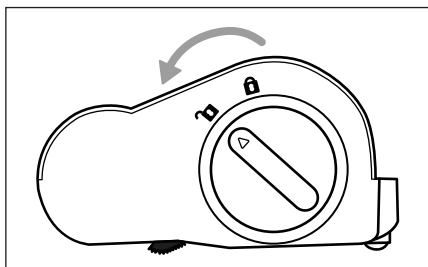

Fig. 22
- Limpie regularmente el rodillo de cepillos ①9 para garantizar el funcionamiento correcto del aparato y evitar fallos.
- 1) Desmonte el cepillo para suelos ②0 del tubo de aspiración ②3 o del aparato (consulte el capítulo 10.3. **Desmontaje del aparato**).
- 2) Para desencastar el rodillo de cepillos ①9, gire el desencastre del rodillo de cepillos ①8 hacia el símbolo (abrir) (consulte la fig. 22).